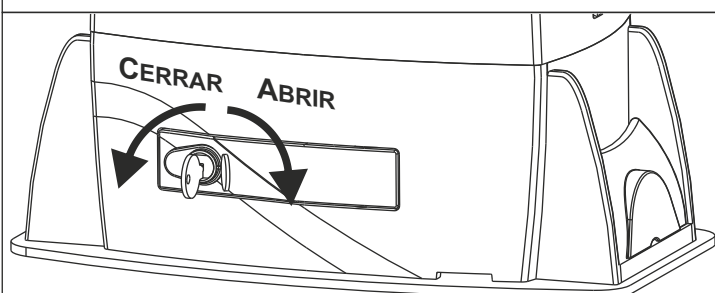

Fig. 26
- Abir el cubre cerradura, insertar la llave y rotarla en sentido horario de 90° (Fig. 26)